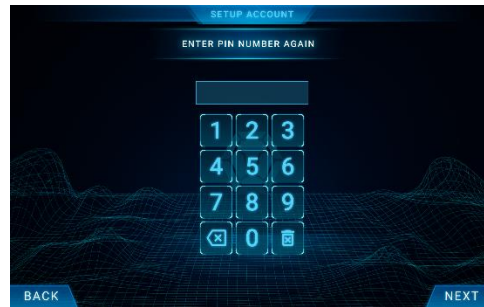

Fig. 10
10. Saisissez à nouveau votre numéro de code (Fig. 10).